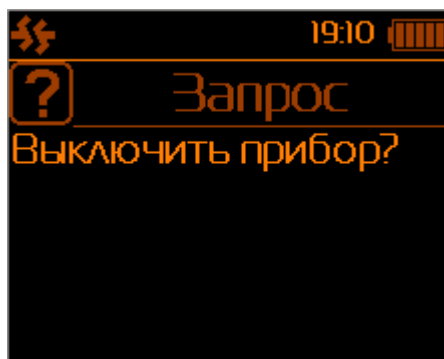

Рис.30 – Запрос на дисплее выключения прибора
2.8. Выключение прибора осуществляется нажатием кнопки 11 (Рис.1), при этом на дисплей выводится запрос «Выключить прибор?» (Рис.30).